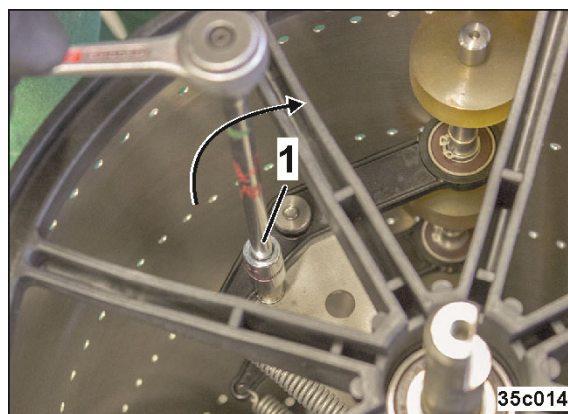

Рис. 328
2. Поверните палец (Рис. 328/1) примерно еще на пол-оборота.